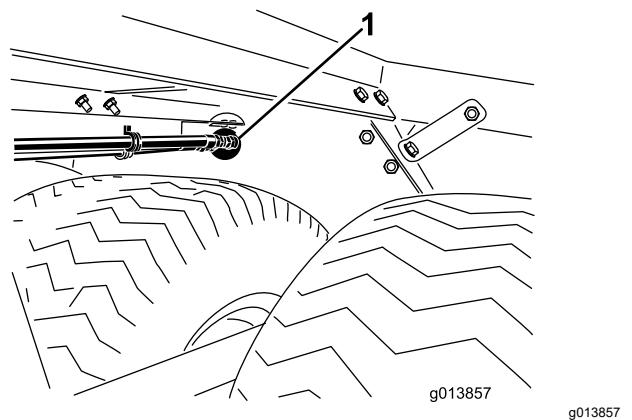

Bild 2
7. Stellen Sie sicher, dass die Zulauf- und Auslaufanschlussstücke und die Befestigungshalterung der Schlauchführung ungehindert in die runden Löcher in der Chassisrückwand passen (Bild 2).